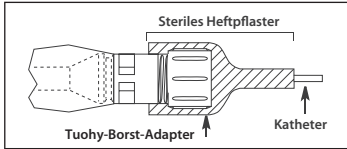

Abbildung 5
- Das Ende des Katheter-Kontaminationsschutzes mit dem Tuohy-Borst-Adapter sollte mit sterilem Heftpflaster gesichert werden, um Bewegungen des Katheters zu hemmen (siehe Abbildung 5).